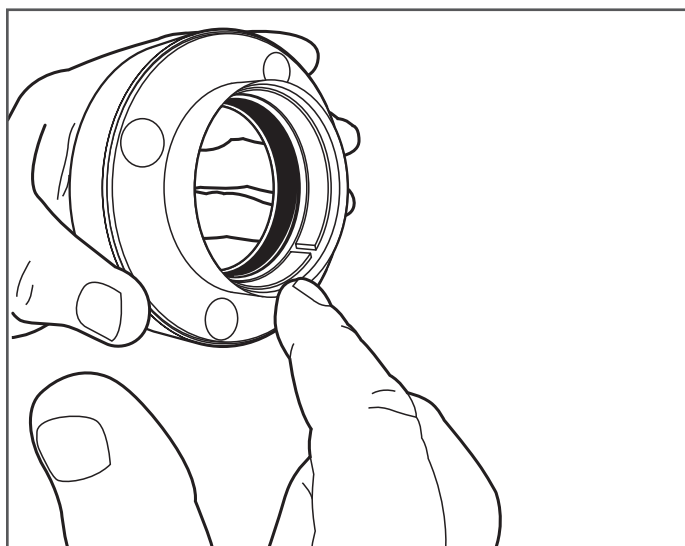

Figure 7-10
11. Assurez-vous que l'anneau de poussée, la bague de retenue en spirale et le joint arrière à profil carré sont installés dans la partie arrière du raccord (Figure 7-10).